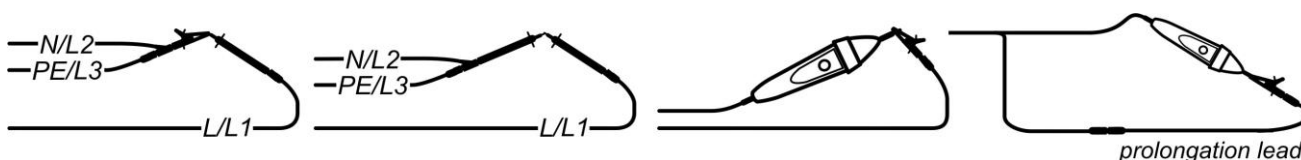

Abbildung 5.13: Kurzgeschlossene Prüflleitungen
- Schließen** Sie das Prüfkabel am Messgerät an und schließen Sie die Prüflleitungen miteinander kurz, (siehe *Abbildung 5.13*).